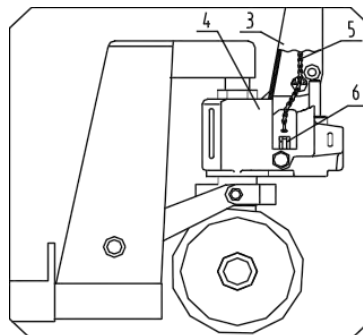

Рис.2
2.1.3 Поверните штифт (2) и убедитесь, что ось большого отверстия штифта находится в вертикальном положении. Пропустите цепь (5) рукоятки через среднее отверстие штифта (2). См. Рис. 2.
2.1.4 Возьмите гайку на конце цепи (5) и наверните ее на нарезку рычажного пальца (6). См. рис. 2 и рис. 5.